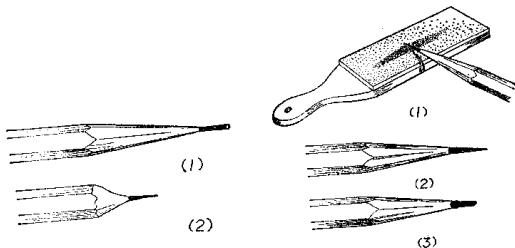

图 1-1 铅笔削成后的形状
削铅笔要注意保留“H”“HB”等软硬标记一端。削成的形状应如图1-1 (1) 所示。再用砂纸磨尖,如图1-2。专画直线用的可将铅笔芯磨成扁平形,如图1-2 (3) 所示。